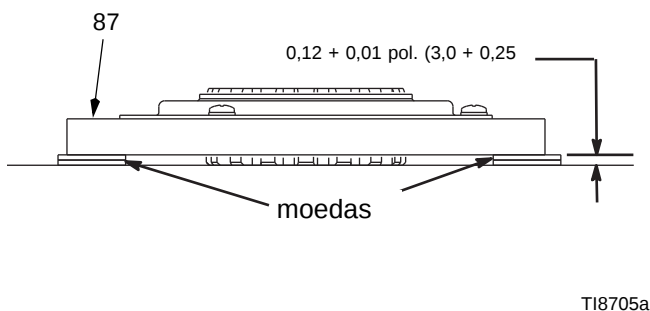

FIG. 8
1. FIG. 8. Coloque dois conjuntos de duas moedas numa superfície lisa da bancada.
2. Coloque o induzido (87) sobre os conjuntos.